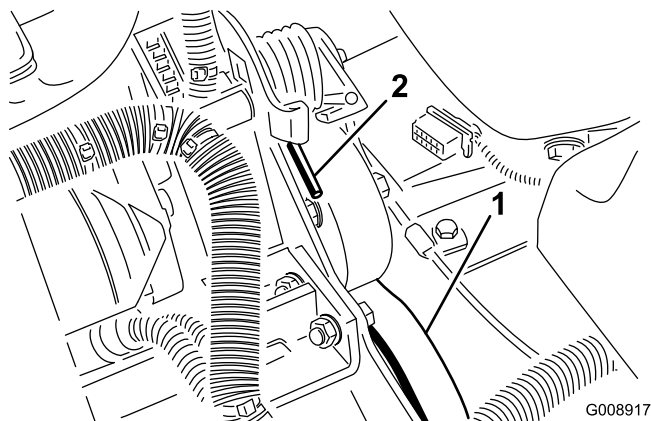

Figura 67
2. Premete l'estremità della molla e spingetela in avanti (Figura 67) per sbloccarla dalla staffa e rilasciare la tensione della molla.